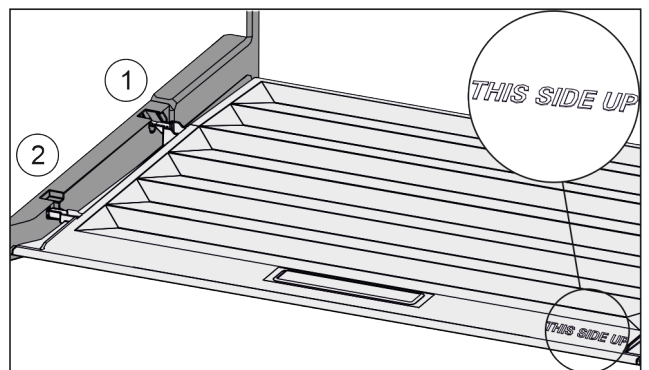

Fig. 108
- ▶ Introduzca los nervios de la tapa por la abertura del soporte trasero Fig. 108 (1) y encájelos por delante en el soporte Fig. 108 (2).